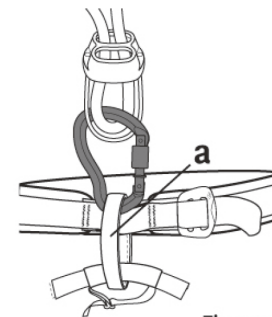

Figure 5
- ◆ 確保器具、下降器具はロッキングカラビナを使ってビレイループ (a) に取り付け (Figure5)。